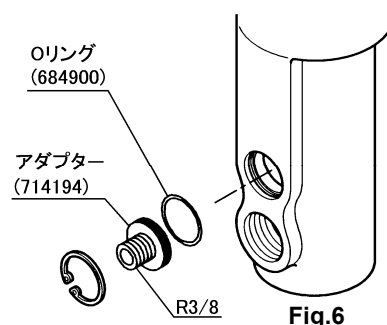

Fig.6
- 排気部をウエスなどで塞がないでください。ポンプの作動不良の原因になります。外部排気などをお考えの方は専用のアダプター(Fig.6)を用意しておりますので、お問い合わせください。